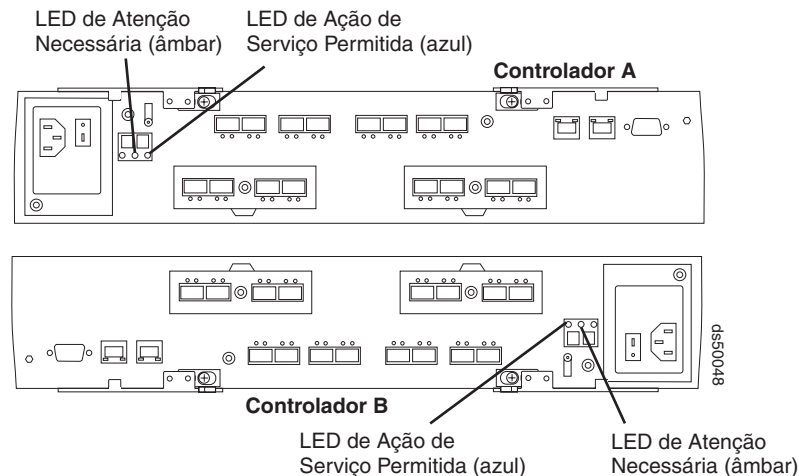

Figura 106. LEDs de Atenção Necessária e de Ação de Serviço Permitida do Controlador RAID
- Substituindo um controlador com falha, localize-o verificando os LEDs de status de Atenção Necessária nos controladores no subsistema de armazenamento (consulte Figura 106 na página 185). Vá para a etapa 4 na página 185.
A Figura 106 mostra o local do LED de status de Ação de Serviço Permitida na parte traseira de um controlador).